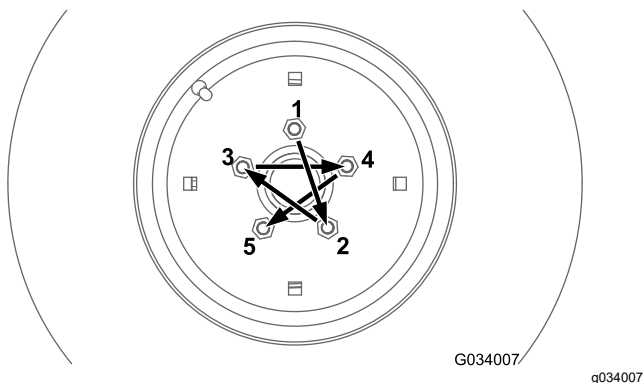
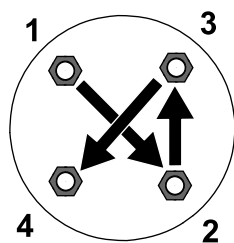

Рисунок 65
Рисунок 66
Затяните зажимные гайки передних и задних колес (только на машинах с полным приводом) в порядке, показанном на Рисунок 65 и Рисунок 66, с указанным моментом затяжки.
- Передние колеса: см. Рисунок 65
- Задние колеса (только на машинах с полным приводом): см. Рисунок 66